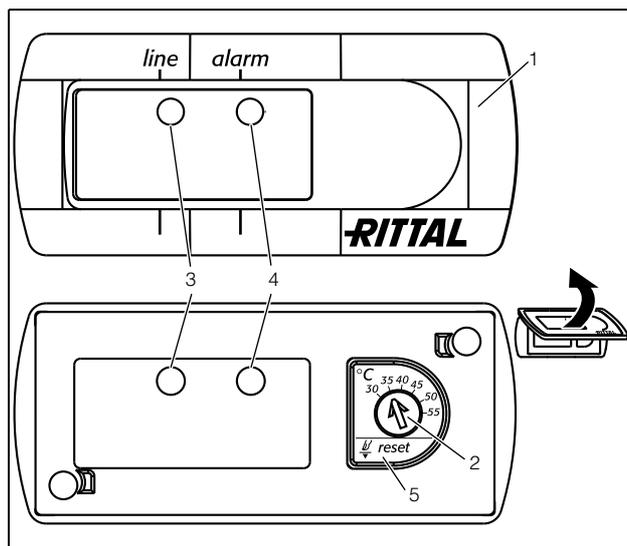

Рис. 26: Базовый контроллер
- Установите желаемую температуру при помощи регулятора (рис. 26, страница 20).
- Нажмите кнопку «Reset» (рис. 26, № 5) и удерживайте ее минимум 3 сек.